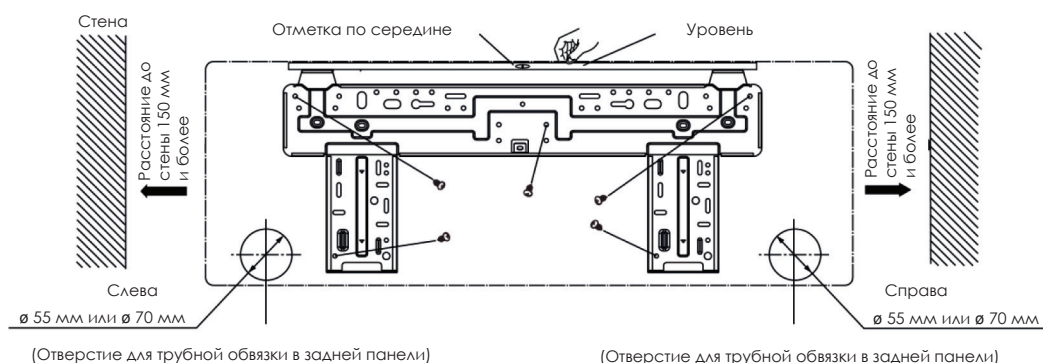

Рис. 4.2
(1) Найдите горизонтальное положение, используя указанный метод; поскольку сливная трубка расположена слева, то необходимо установить заднюю панель таким образом, чтобы ее левая сторона была расположена немного ниже.
(2) Прикрепите заднюю панель к стене болтами.
(3) После монтажа задней панели потяните ее руками для проверки прочности крепления. Навесная панель должна выдерживать вес взрослого человека (60 кг), с равномерным распределением нагрузки по всем болтам.
(4) Диаметр, показанный на рис. 4.2 составляет 65 мм.